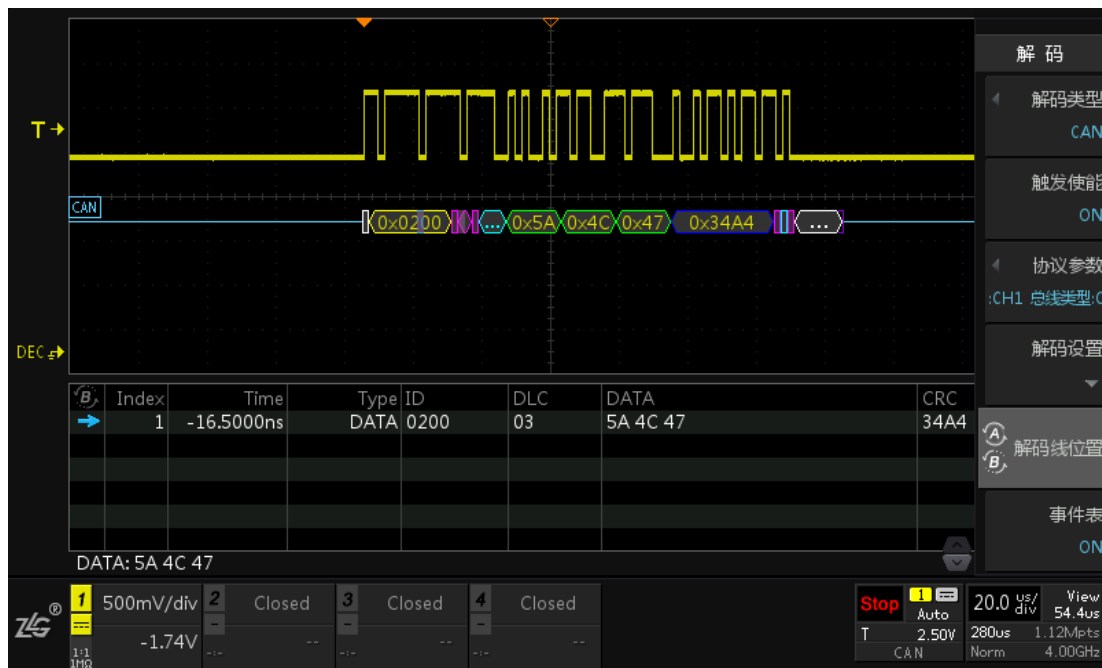

图 15.10 解码线位置调整
- 8、点击【解码线位置】可通过调节旋钮 A 或 B 调整解码线所在的位置，如图 15.10 所示。